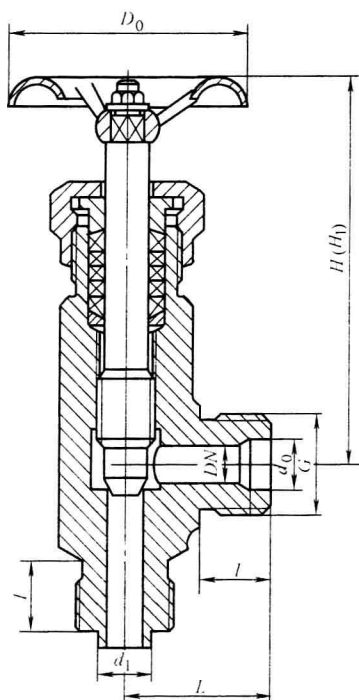
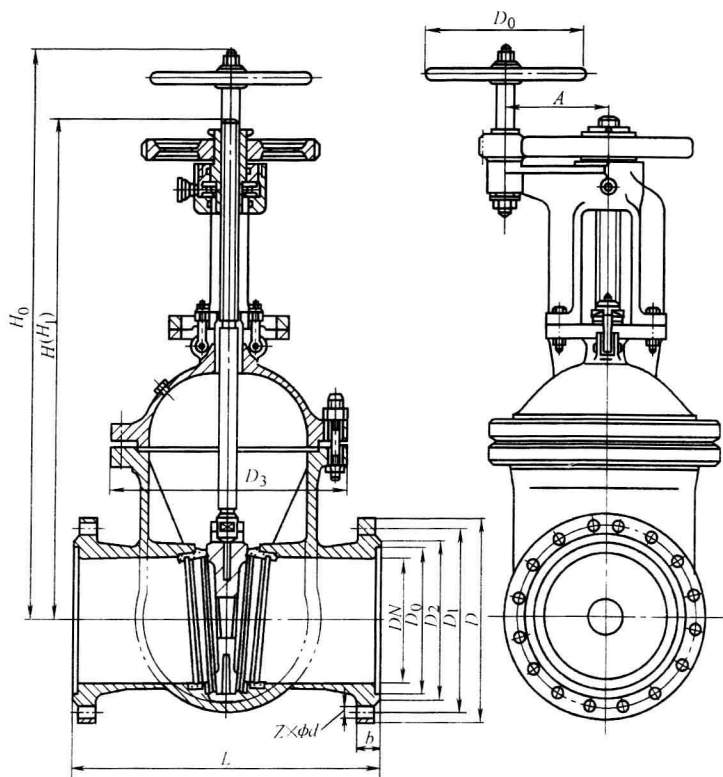
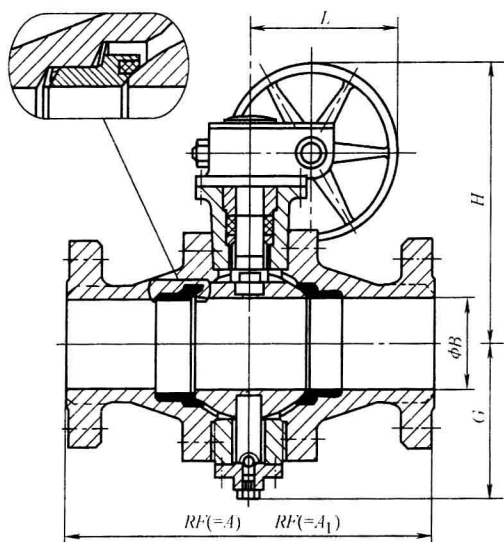
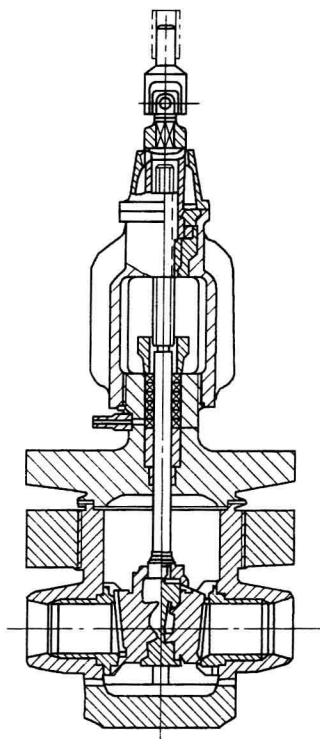

图 1-8 手轮操纵的截止阀
图 1-9 直齿圆柱齿轮传动闸阀
图 1-10 蜗杆传动球阀
图 1-11 万向联轴器传动闸阀
1) 手动：借助手轮、手柄、杠杆或链轮等，由人力来操纵的阀门。当需传递较大的力矩时，可安装蜗轮蜗杆、锥齿轮、直齿轮等减速装置。图 1-8 为手轮操纵的截止阀。图 1-9 为直齿圆柱齿轮传动的闸阀。图 1-10 为蜗杆传动的球阀。图 1-11 为万向联轴器作远距离操纵的闸阀。